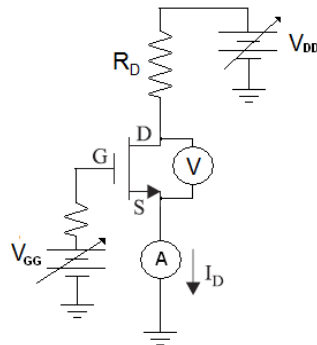

Figura 2
2.a. Monte el circuito de la figura 2, con los componentes indicados y proceda a realizar las mediciones DC. Para cada valor de VGG, varíe VDD en el rango indicado y tome varias mediciones de VDS e ID, para calcular varios valores de Rtriodo, anote sólo una medición para cada valor de VGG, como se indica en la tabla 3 y especifique si hay variaciones marcadas en los valores calculados de Rtriodo para un VGG dado. (RD = 2K Ω, RG = 1 M Ω)